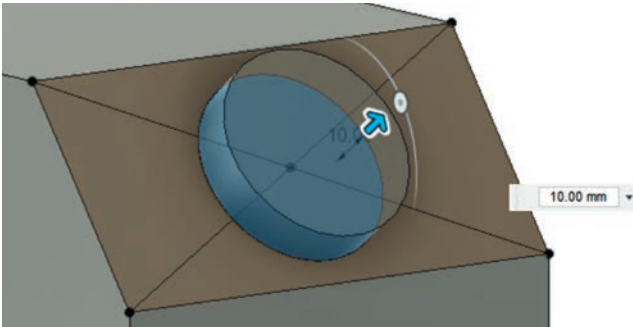

Рис. 36. «Вытягивание» основания горловины
- 2.7. «Вытянем» окружность на **10 мм** (рис. 36).